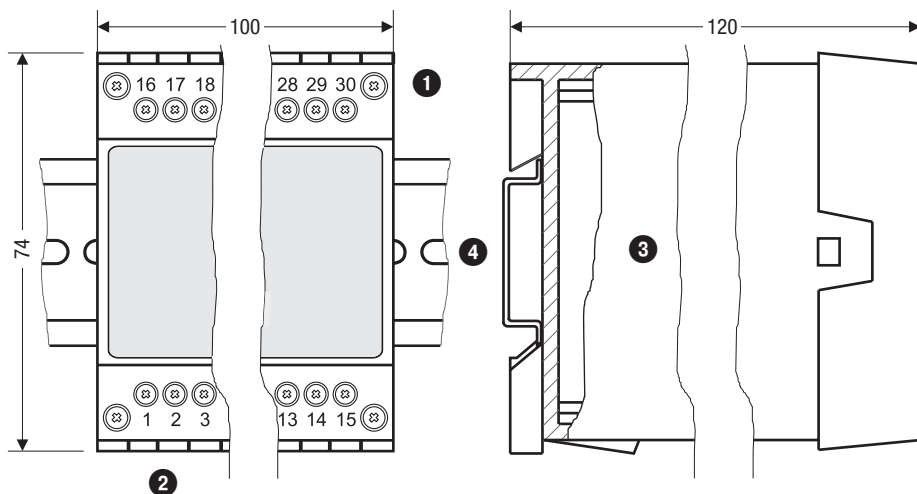

Fig. 1
Der Niveauregler NRR 2-52, NRR 2-53 wird im Schaltschrank auf einer Tragschiene Typ TH 35, EN 60715 aufgerastet. **Fig. 1 ④**